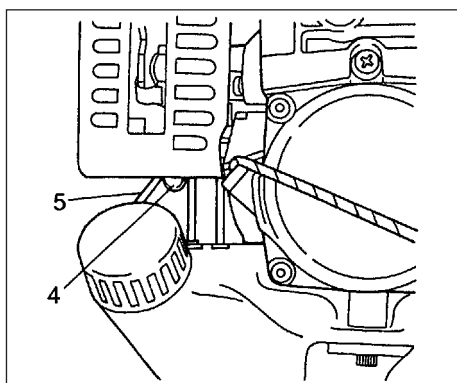
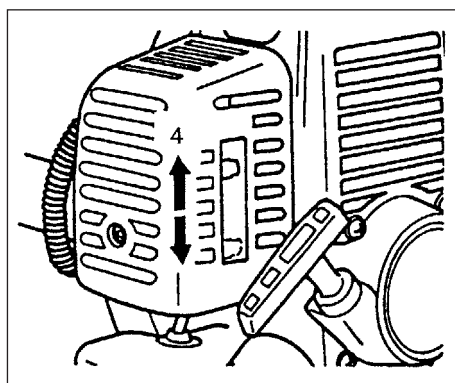

Fig. 2-2C
Fig. 2-3
- * Pumpa på handpumpens blåsa (4) tills bränsle strömmar in i returledningen (5) (om sådan finns). (Fig. 2-2C)
2. Med avtryckaren (2) nedtryckt (om sådan finns) skall du dra gasreglaget och trycka på gasregeringslåset (1). Släpp därefter först gasreglaget sakta och sedan avtryckaren (2). Detta gör att gasreglaget blir låst i startläget.
3. Skjut chokereglaget till stängt läge (4). (Fig. 2-3)